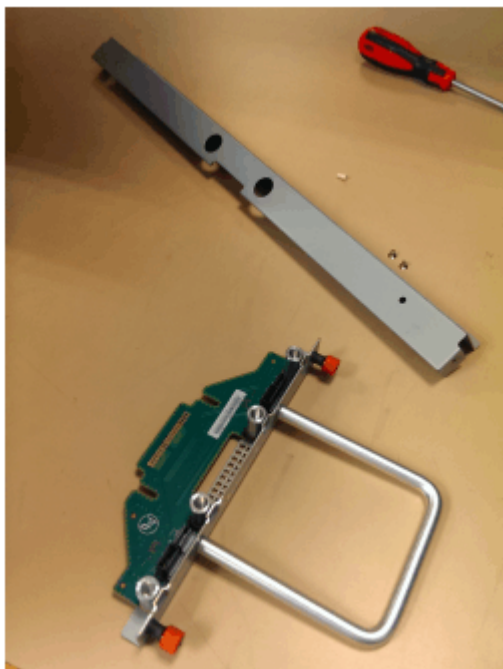

Abbildung 127. Aus Chassis entfernte Teile der Lüfterschnittstellenplatine
4. Legen Sie die Lüfterschnittstellenplatine (siehe Abbildung 127 auf Seite 113) an einer sicheren Stelle ab.